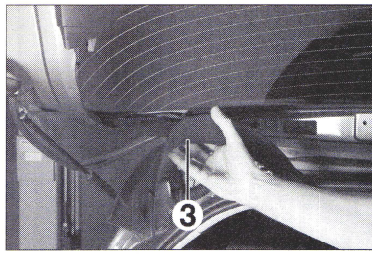

Fig. 86
- Dégrafer les garnitures latérales (3) (Fig.86).